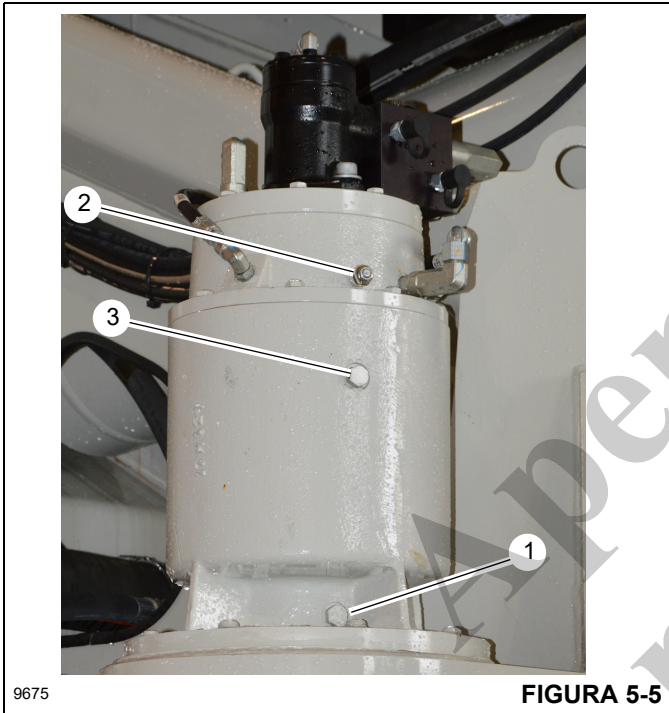

FIGURA 5-5
1. Remova o bujão de dreno (1, Figura 5-5) e o bujão de respiro (2) para drenar o óleo da caixa de engrenagens.
3. Recoloque o bujão do dreno (1). Inspeccione e substitua o anel de vedação conforme necessário.
4. Remova o bujão de nível/enchimento de óleo (3). Abasteça a caixa de engrenagens de giro com 2,4 l (2.5 qt) do tipo de óleo apropriado e, em seguida, recoloque o bujão de respiro (2) e o bujão de nível/enchimento (3). Inspeccione e substitua os anéis de vedação conforme necessário. Consulte *Pontos de lubrificação*, página 5-3 desse manual.